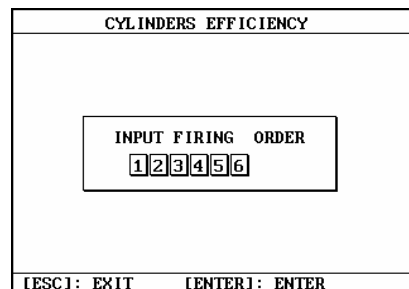

Abb.7-33
- ◆ Falls die ausgewählte Anzahl von Zylindern größer als 4 ist, werden Sie aufgefordert die Zündungs-Reihenfolge einzugeben, siehe Abb.7-33.